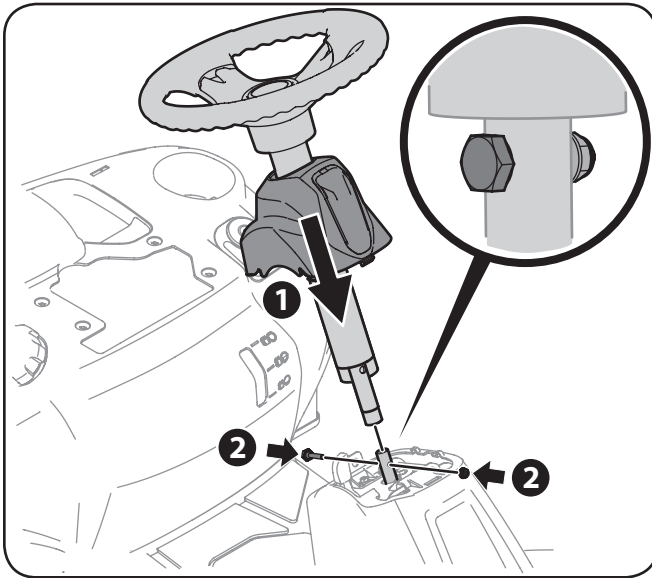

Figura 3-3
4. Baje el conjunto del volante sobre el eje inferior de la dirección y sujételo mediante el perno con reborde y la tuerca de seguridad que extrajo previamente. Vea la Figura 3-3.